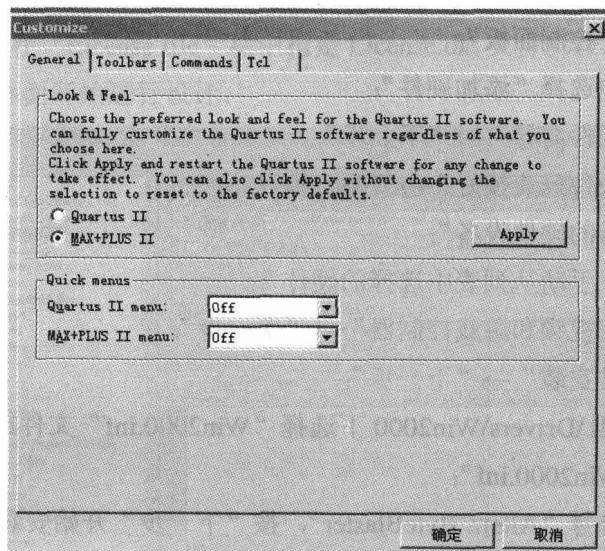

图 1-4 Customize 对话框
- (1) 选择 [Tools] | [Customize...] 菜单命令。
- (2) 在 Customize 对话框 General 页面的“Look & Feel”栏中选择 Max+plus II 选项，如图 1-4 所示。